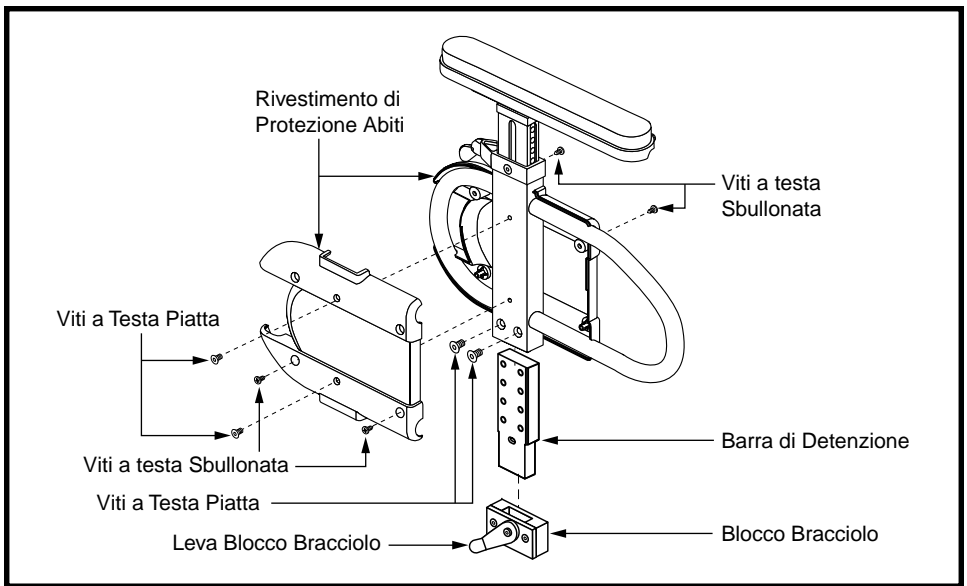

Figura 16. Regolazione altezza parte inferiore bracciolo inseribile a regolazione rapida
1. Rimuovere le quattro viti piatte. Vedere figura 16.